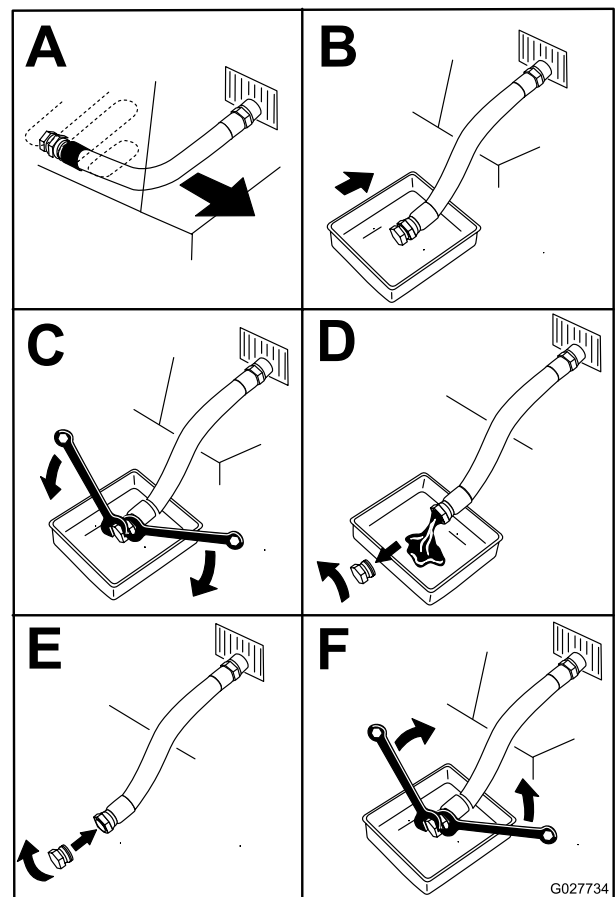

Bild 54
4. Stellen Sie vor dem Verlassen des Fahrersitzes den Motor ab, ziehen Sie den Schlüssel ab und warten Sie, bis alle rotierenden Teile zum Stillstand gekommen sind (Bild 54).